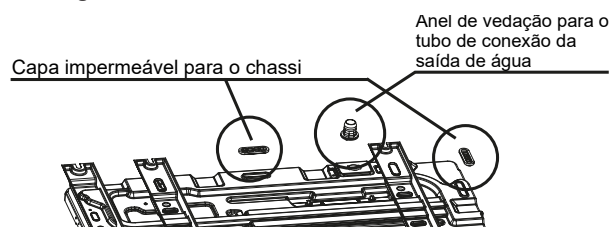

**Figura 7.**
- Prepare a base de concreto de acordo com as especificações para unidades externas. (Ver Figura 7)
- Fixe os pés da unidade firmemente com parafusos para evitar desmoronamento em caso de terremoto ou ventos fortes. (Ver Figura 7).